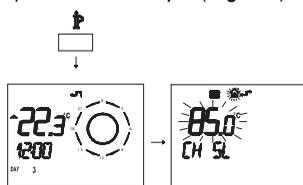

Fig. 2.16
- 1 Нажать на более чем на 3 секунды кнопку  для входа в режим **ИНФОРМАЦИЯ** ( Fig. 2.16).